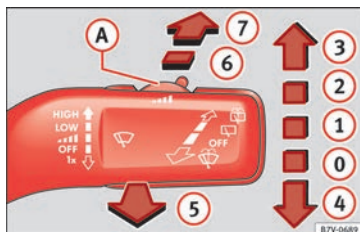

Fig. 65 Manejo del limpiaparabrisas y limpialuneta.
- Presione la palanca del limpiaparabrisas brevemente hacia abajo » **fig. 65 ④**.